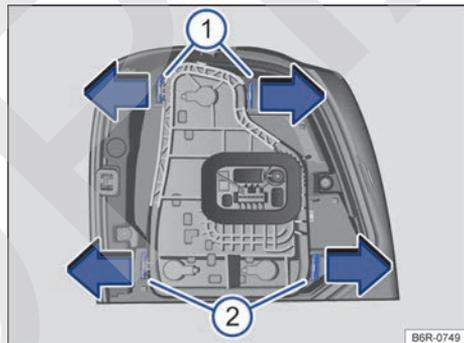

Fig. 173 Grupo óptico trasero: desmontaje del portalámparas.
8. Para desbloquear el portalámparas, presione las pestañas de bloqueo → fig. 173 ① y → fig. 173 ② en el sentido de las flechas.